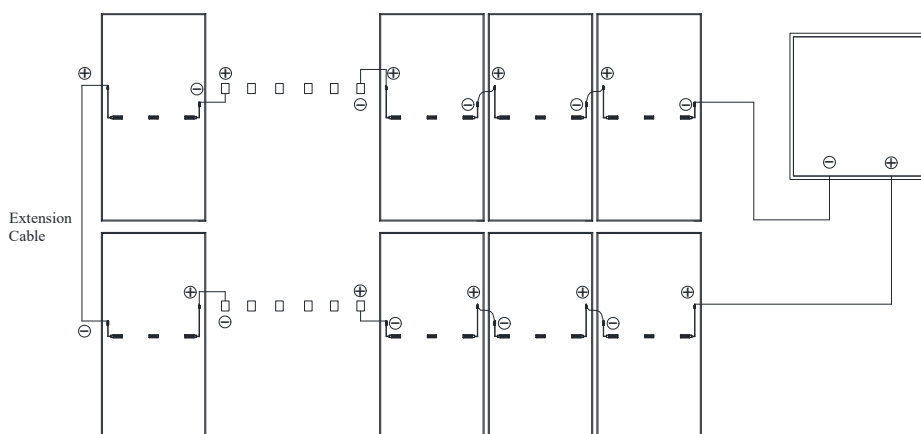
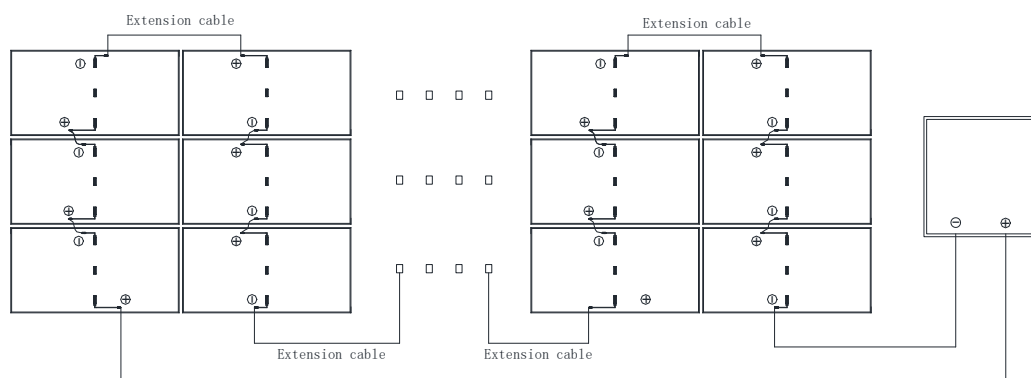

Figura 9-1 Instalación vertical de módulos con cables cortos
Figura 9-2 Instalación horizontal de módulos con cables cortos
- Para métodos de conexión de instalación vertical recomendados para módulos con cables cortos, vea la figura 9-1. Para métodos de conexión de instalación horizontal, vea la figura 9-2.